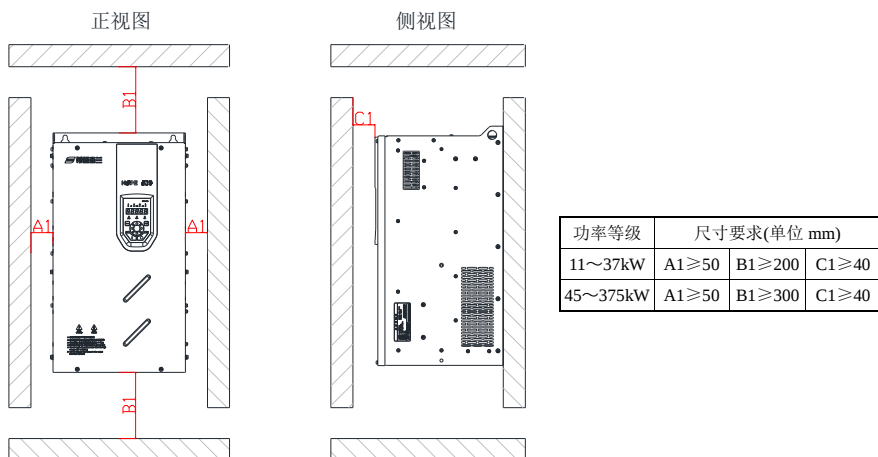

图 3-2 单台机器(Hope510PM11T4~Hope510PM375T4)安装间隔
- 安装空间要求如图 3-2 所示，需保证变频器有足够的散热空间，预留空间时请考虑柜内其它器件的散热情况；